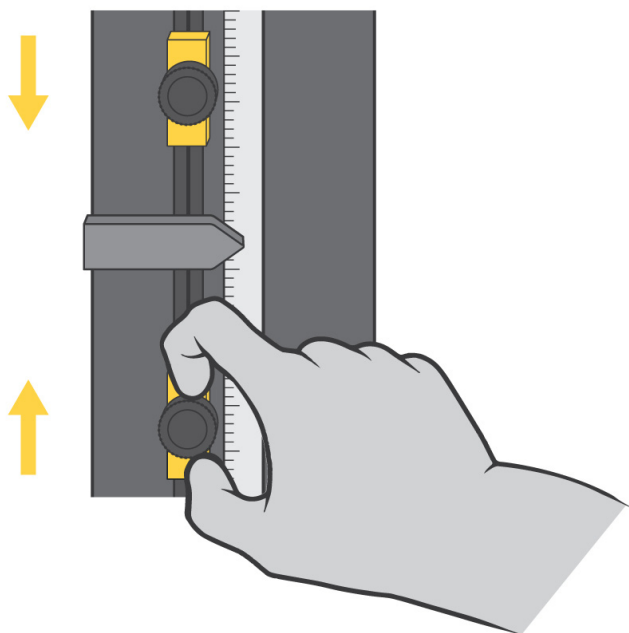

図21. リミット ストップの設定
クロスヘッドのリミットストップは、111 ページの図 21 に示すように、試験機のコラム内にあるリミットスイッチ ロッドに取り付けられている調整可能な 2 つのブロックです。リミットストップ (1 および 2) には手で締めたり緩めたりするちょうねじが付いており、リミット ロッド上の任意の位置に移動することができます。クロスヘッドオーバートラベルを防ぐには、試験パラメータを少し越えた所にこれらのストップを位置決めしてください。クロスヘッドが最大プリセットトラベルに達すると、リミットスイッチアクチュエータ (3) がこれらのストップの 1 つと接触します。リミットアクチュエータとリミットストップ間の接触によりリミットスイッチ ロッド (4) が移動し、リミットスイッチが作動します。これによりクロスヘッド動作は停止します。